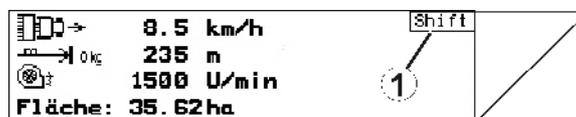

Fig. 10
- Ist die Shift-Taste aktiv, wird dies am Display angezeigt (Fig. 10/1).